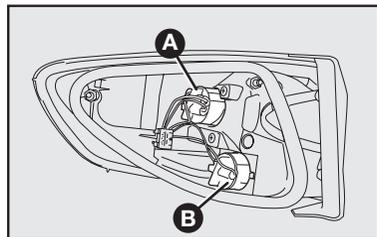

fig. 54
**A-fig. 54:** Luz de posição traseira / luz e freio.
**B-fig. 54:** Luz de direção (seta) traseira.